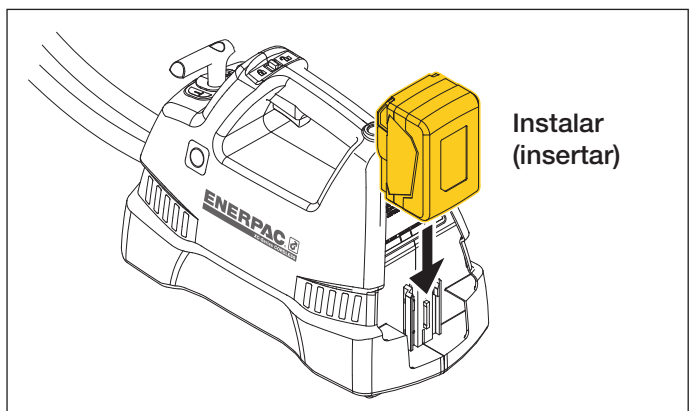

Figura 7. Montaje de la batería
- **Para insertar la batería en la bomba:** Inserte la batería en la abrazadera en la parte trasera de la bomba. Asegúrese de que encaje bien en su posición. Véase figura 7.